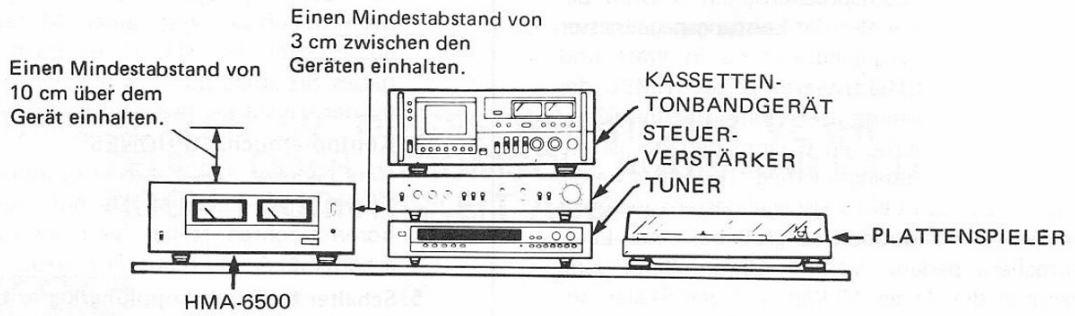

Abb. 1 (Richtig)
1. Dieses Gerät ist ein Leistungsverstärker mit hoher Ausgangsleistung, und erzeugt daher beim Betrieb eine beträchtliche Wärme. Stellen Sie deshalb das Gerät an einem gut belüfteten Ort auf. Stellen Sie die Geräte so auf, wie in Abb. 1 gezeigt ist. Beim Betrieb des Leistungsverstärkers mit hoher Dauerausgangsleistung erwärmt sich die obere Abdeckplatte. Es ist daher ratsam, die Abdeckplatte nicht zu berühren.